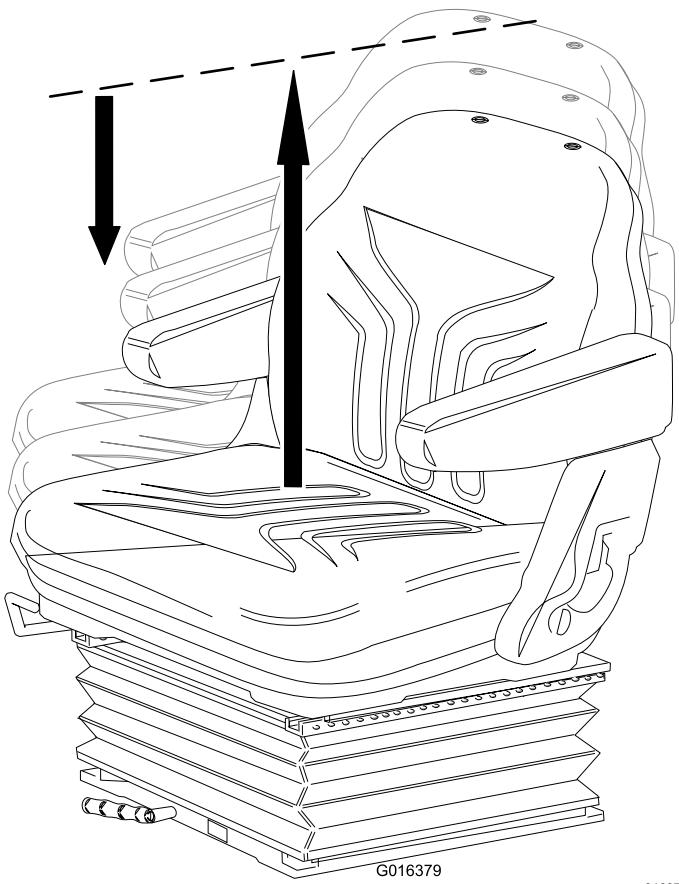

Figure 9
- **Réglage de la hauteur :** Levez manuellement le siège pour le régler progressivement en hauteur. Pour abaisser le siège, levez-le au-delà de son réglage le plus élevé, puis laissez-le retomber au réglage le plus bas (Figure 9).